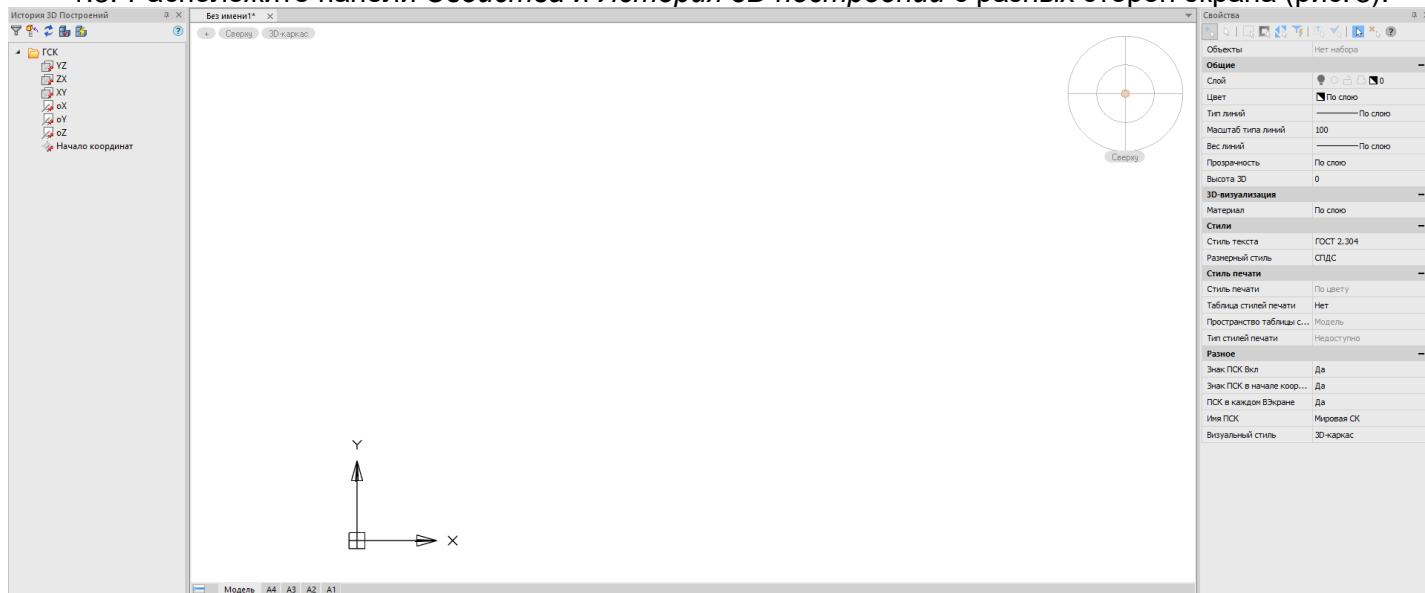

Рис. 3. Пример расположения функциональных панелей
1.3. Расположите панели *Свойства* и *История 3D построений* с разных сторон экрана (рис. 3).